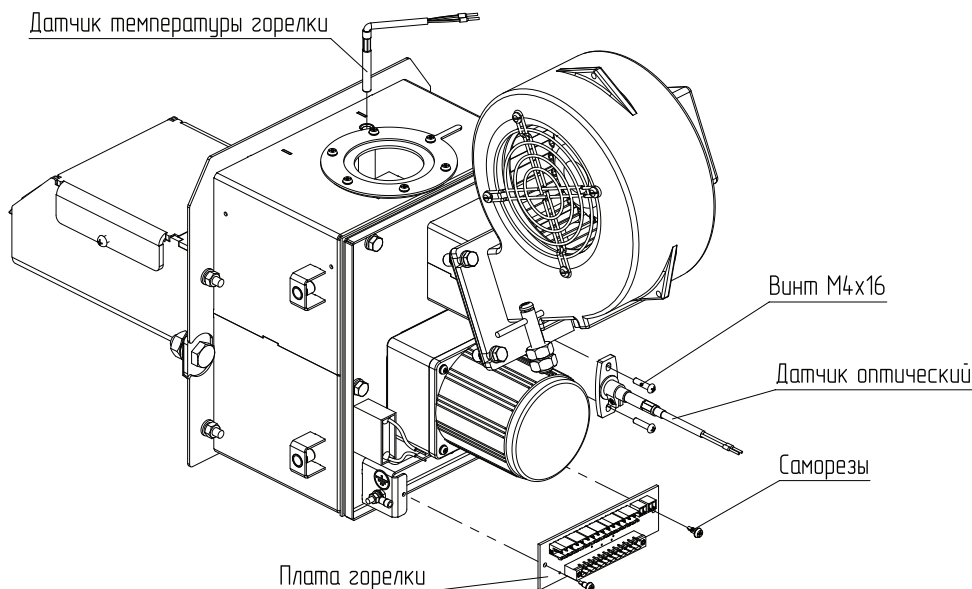

Рис. 3 Схема демонтажа устройств горелки
- Демонтируйте датчик оптический, отвернув два винта М4, а также извлеките датчик температуры горелки из гильзы, как показано на **Рис. 3**;